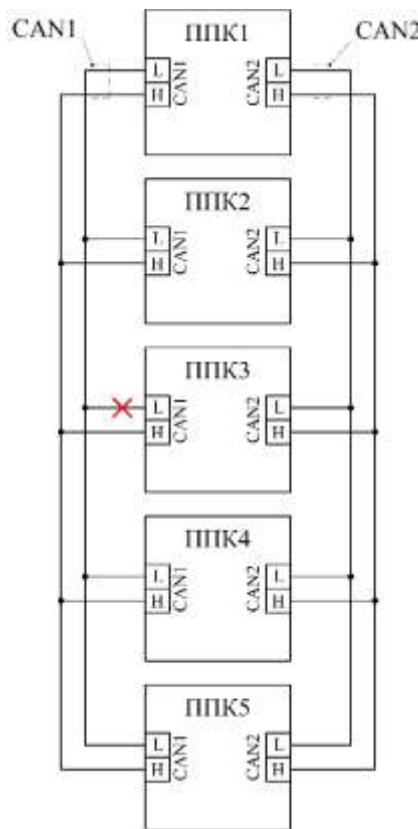

Рисунок 8 – Обрыв ответвления линии одного из портов CAN интерфейса
- !** ***ВАЖНО!** В случае обрыва ответвления одной или двух линий одного из CAN интерфейсов возникнет неисправность ППК[X]: неисправность CAN, где ППК[X] – ППК, на котором произошел обрыв (рис.8). На всех соседних ППК в меню Главное меню / 1.Просмотр параметров / 9.Внешняя сеть / 2.Состояние сети будет отображаться подключение к ППК[X] только по второму интерфейсу CAN. На ППК[X] в меню 2.Состояние сети будет отображаться информация о том, что связь с остальными ППК будет производиться только по второму CAN интерфейсу.*